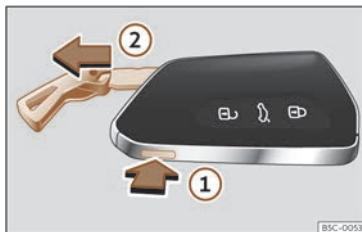

Fig. 77 Clau del vehicle: extreure l'espasí.
- Premeu el botó»» fig. 77 ① per fer sortir l'argolla a manera de clauer i poder extreure l'espasí ②. Si premeu lleugerament sobre l'argolla, aquesta es quedarà fixa a manera de clauer.
- Premeu el botó»» fig. 77 ① per desbloquejar. Premeu el botó ① i, al mateix temps, estireu l'argolla en la direcció de la fletxa »» fig. 77 ② per extreure completament l'espasí.